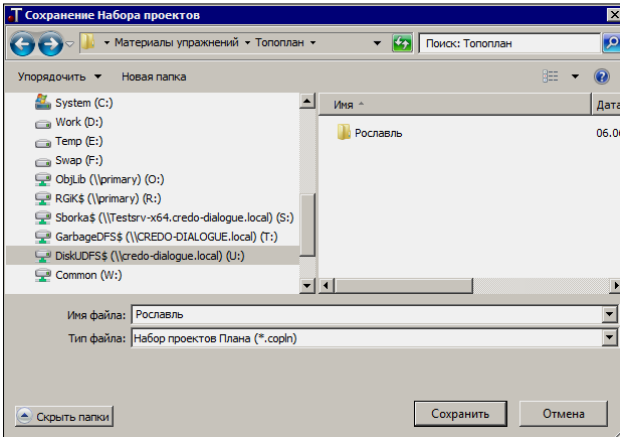

Рис. 3.22
— После выбора команды появляется диалог **Сохранение набора проектов** (рис. 3.22).
- Нажмите кнопку **Сохранить** (рис. 3.22).